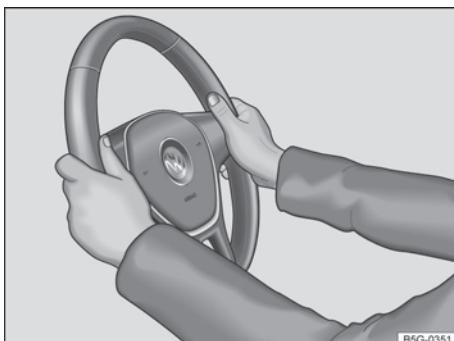

Fig. 65 No volante: posição 9 e 3 horas.
- Ajustar a posição do volante de forma que possa segurá-lo lateralmente pela borda externa *nas posições de 9h e 3h* → Fig. 65 com ambas as mãos e os braços ligeiramente dobrados.
- Empurrar a alavanca ① sempre pelo manípulo com firmeza para cima após o ajuste, para travar a posição do volante.
- Durante a condução, sempre segurar o volante com ambas as mãos lateralmente na borda externa *nas posições de 9h e 3h* → Fig. 65, para reduzir ferimentos causados por um acionamento do airbag frontal do condutor.